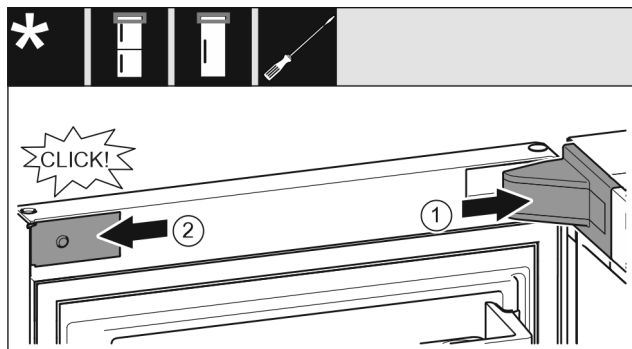

Fig. 19
- ▶ Colocar y encajar la cubierta del soporte de apoyo; dado el caso, separar presionando con cuidado. Fig. 19 (1)
- ▶ Colocar y encajar lateralmente el panel. Fig. 19 (2)